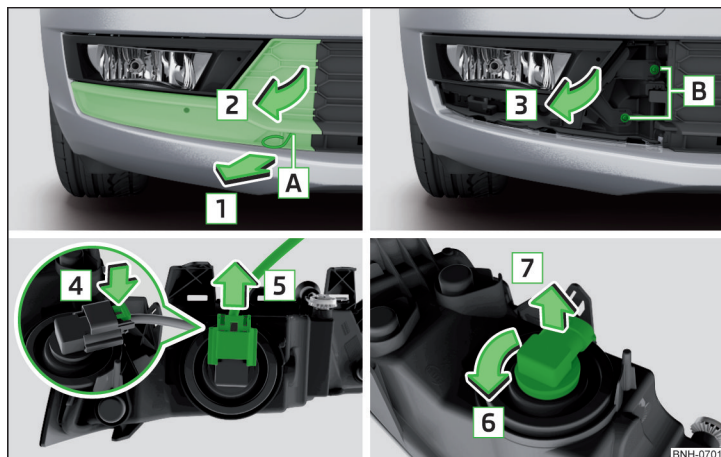

Abb. 275 Nebelscheinwerfer herausnehmen / Glühlampe wechseln
- › In die Öffnung **A** » Abb. 275 den Bügel zum Abziehen der Radvollblenden einführen.
- › Den Nebelscheinwerfer entgegen der Pfeilrichtung **3** » Abb. 275 einsetzen und festschrauben.